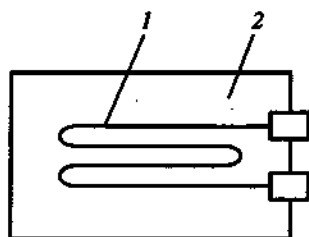

Рис. 269
12.10. Тензометрический датчик (рис. 269) состоит из константовой проволоки 1, наклеенной на бумажную обложку 2. Этот датчик, в свою очередь, приклеивают к детали, деформацию ко-